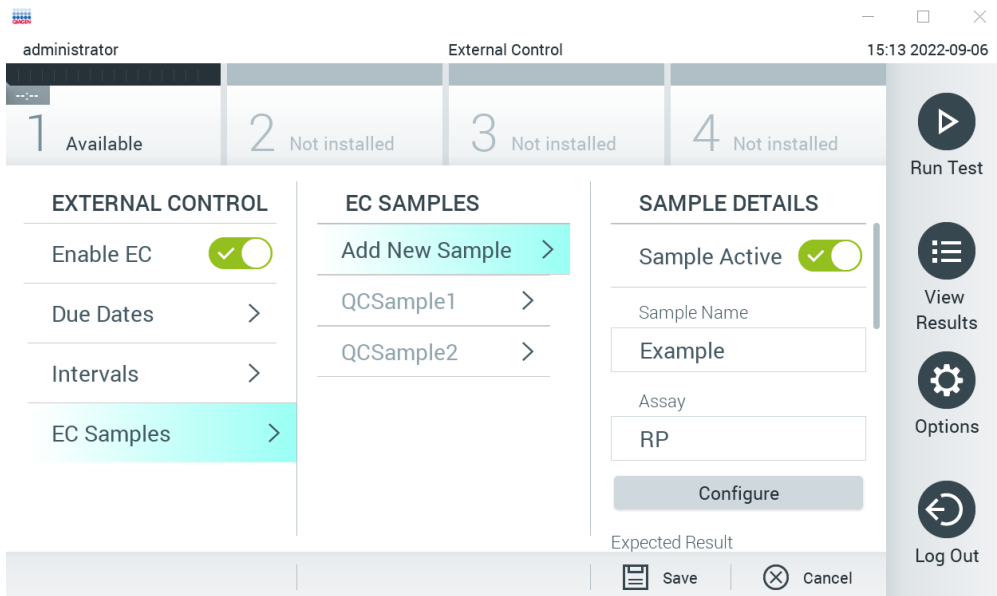
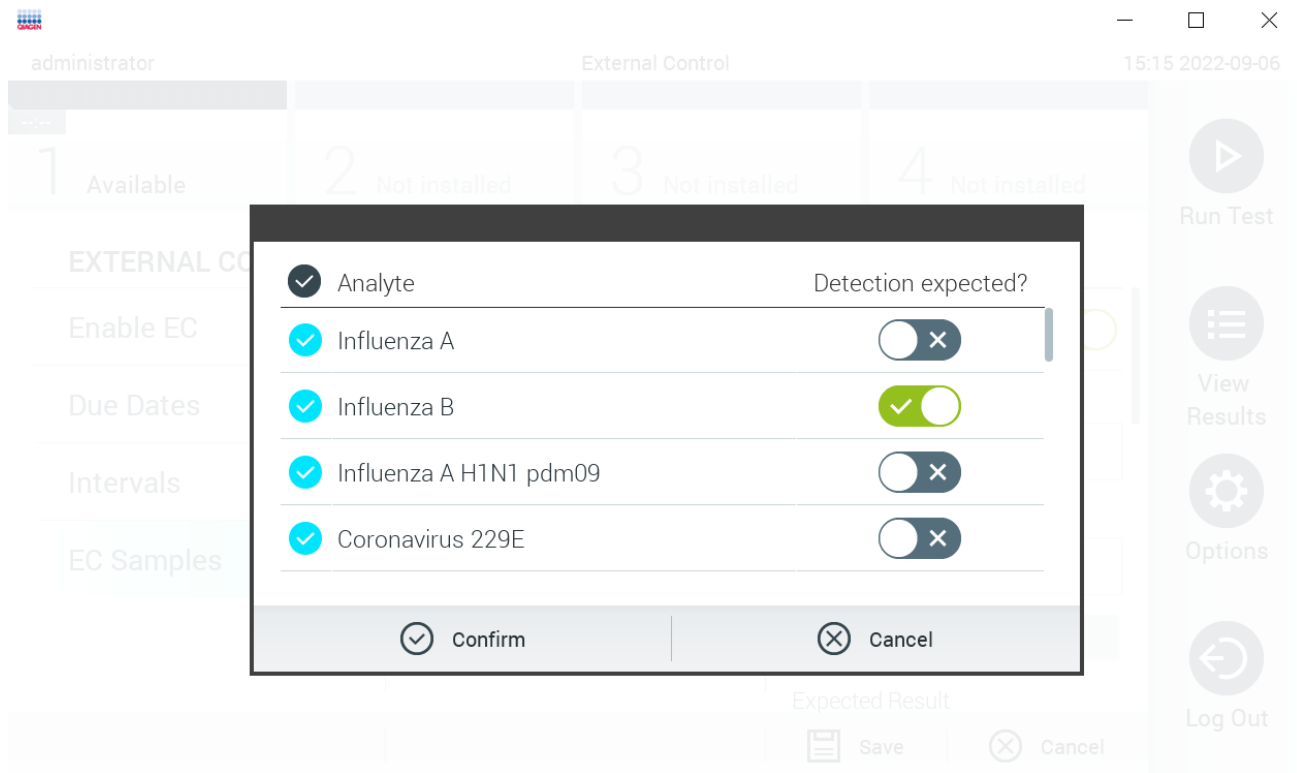

Figura 53. Ecranul External Control EC Samples (Substanță de control externă, Probe EC).
Figura 54. Ecranul de configurare pentru External Control EC Sample.
5. Selectați **EC Samples** (Probe EC) pentru adăugarea sau editarea probelor utilizate într-o testare a substanței de control externe. Pentru a adăuga o probă EC nouă, apăsați pe **Add new Sample** (Adăugare probă nouă), apoi continuați configurarea în coloana din dreapta (Figura 53). Pentru a edita o probă EC, selectați o probă existentă din coloana din centru și continuați configurarea în coloana din dreapta.
6. Selectați Configure (Configurare) pentru a edita analiții în testarea substanței de control externe (Figura 53). Prin configurarea External Control EC Sample se poate determina dacă un analit este luat în considerare în timpul unei testări a substanței de control externe sau nu și dacă este preconizată o detecție (Figura 54).